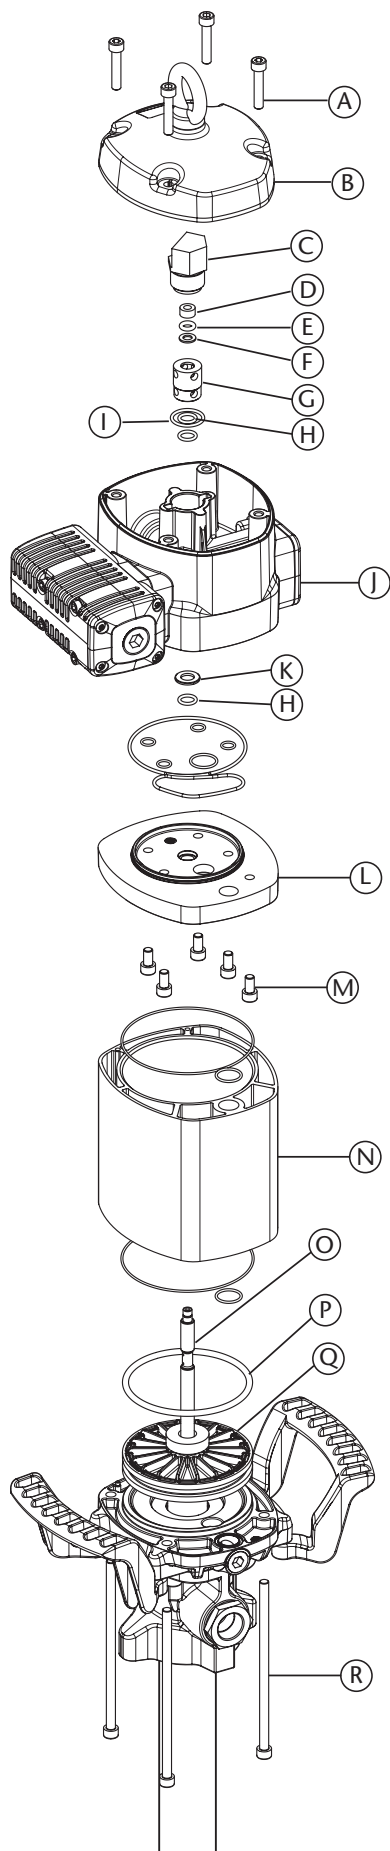

Рис. 8
(РИС. 8)
3. Зажав щипцами гайку (D), вытянуть шток (O) так, чтобы вышла наружу его центральная расточенная часть (рис. 8а). Затем другими щипцами зажать шток (O) в области расточки для предотвращения повреждения поверхности уплотнения и отвинтить гайку (D) (рис. 8б).
4. Снять уплотнительное кольцо (E) и кольцо (F). При сборке заменить их на новые.
5. Отвинтить болты (R). Снять корпус двигателя (J) с фланцем (L).
6. Снять крышку инвертора (G) и заменить на ней уплотнения (H) и (I).
7. Отвинтить болты (M) и отсоединить мотор (J) от фланца (L). Снять шайбу (K) и заменить уплотнение (H).
8. Аккуратно удерживая пневматический поршень (Q), снять цилиндр (N). Заменить уплотнение поршня (P).
9. Выполнить сборку деталей в обратном порядке. При сборке нанести на винты (M), гайку (D) и гильзу датчика (C) закрепитель резьбы.
Рис. 8а
Рис. 8б